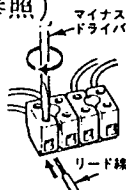

図6-2
- (6) 端子台に接続するリード線は 2.5mm^2 以下、線むき長さは5mmです。この端子台は圧着端子は不要です。(図6-2参照)
- (7) 各種電源装置、特殊制御盤など多数用意してありますので、カタログ等をご覧ください。